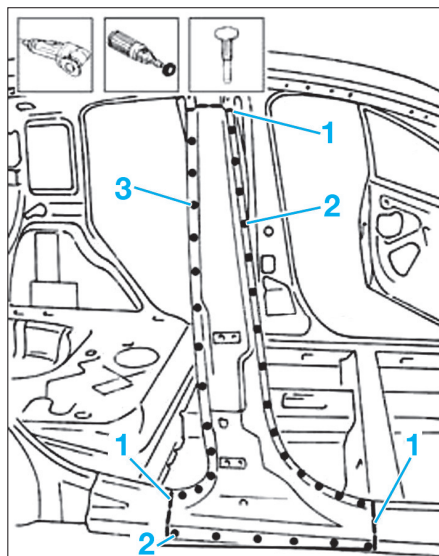

FIG. 16
- Découper et dépointer en zone (1), (2) et (3) (Fig.16).